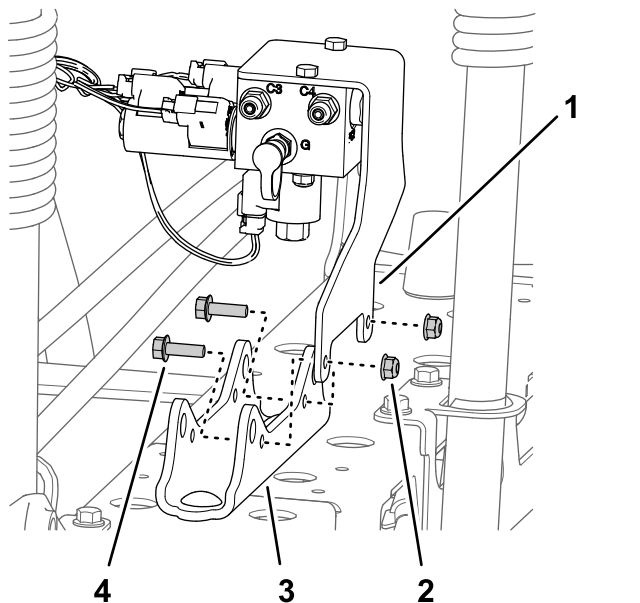

Figura 43
- **Máquinas sin el kit opcional de nivelación del Ultra Sonic Boom:** retire las 2 contratueras con arandela prensada (5/16") y los 2 pernos con arandela prensada (5/16" x 1") que sujetan el soporte del distribuidor de elevación al soporte de los cilindros, y separe el distribuidor y su soporte del soporte de los cilindros (Figura 43).